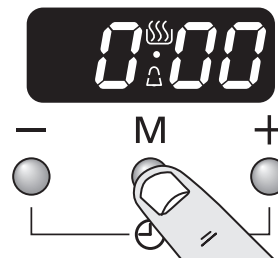
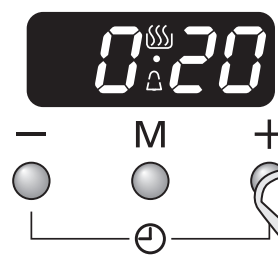

Fig. 5.2
Fig. 5.3
1. Tryck en gång på lägesknappen [M] (**Fig. 5.2**). Klocksymbolen [⌚] blinkar på displayen. Välj önskad nedräkning från 00.01h till 23.59h med knappen [+] (**Fig. 5.3**). Nedräkningen startar automatiskt och symbolen [⏰] visas på displayen.